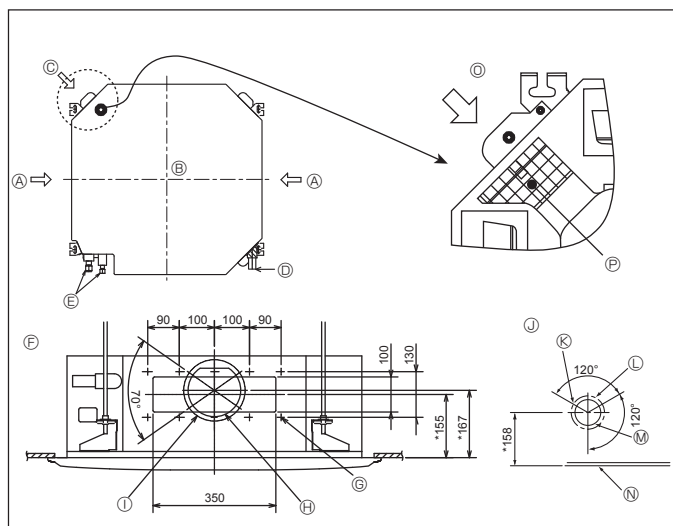

Fig. 2-3
2.3. Openingen voor pijpafpakking en luchtinlaat (Fig. 2-3)